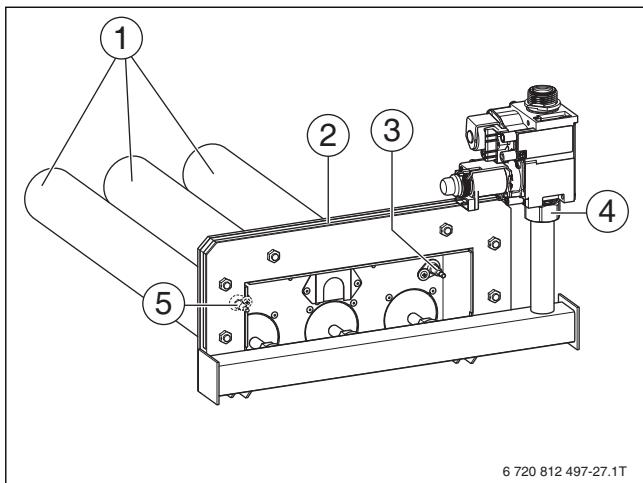

Рис. 39 Чистка горелки
- ▶ Присоедините клапан резьбовым соединением [4] с моментом затяжки 60-65 Н·м, ориентируя его относительно фланца горелки (→ рис. 39. стр. 35).